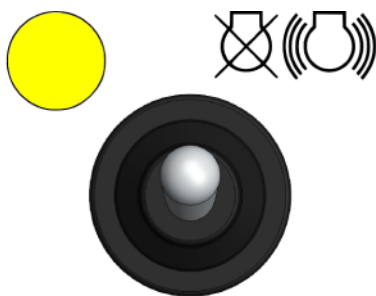

Abb. 52: Kippschalter Start/ Stopp
- Zum Ausschalten des Verbrennungsmotors den Kippschalter (Abb. 52) nach oben drücken und halten, bis der Verbrennungsmotor stoppt.